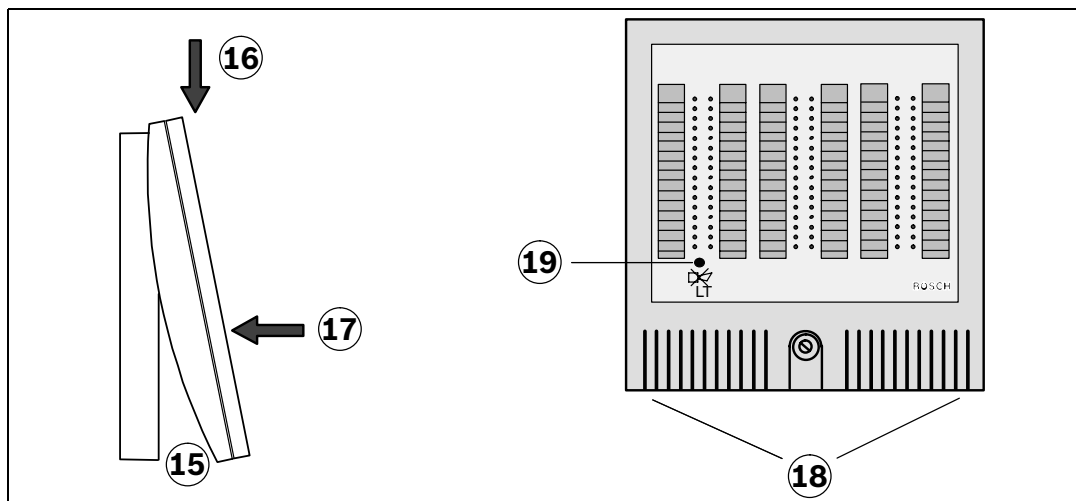

图 4.8 更换机箱盖和显示屏测试
13. 将接地线连接到机箱盖的后侧 (14)。
- 将机箱盖固定在离机箱下部稍远一点的下方区域 (图 4.8(15))。
- 从上部更换机箱盖 (16)。
- 将机箱盖向前按到机箱的下部 (17)。